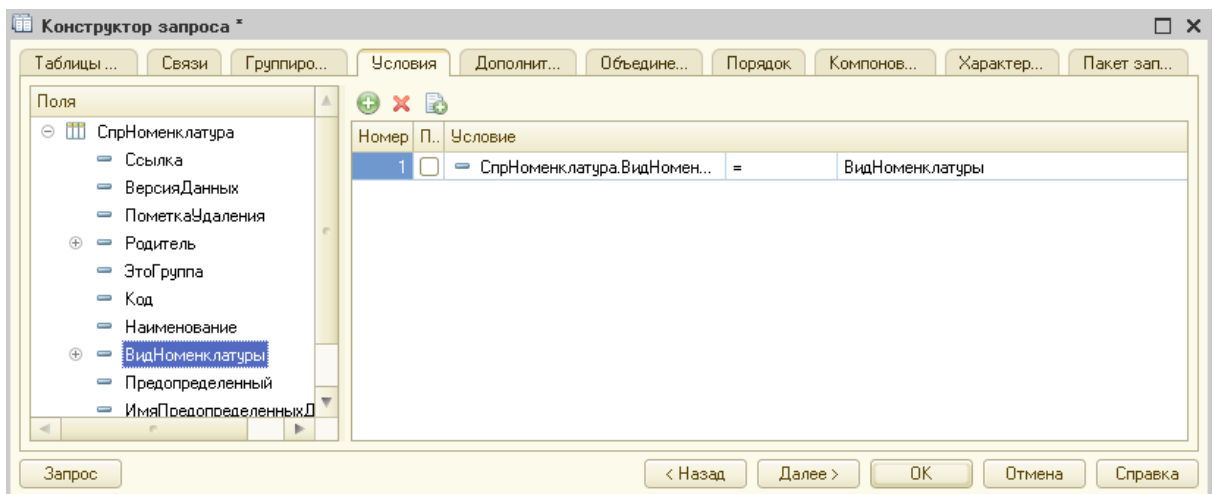

Рис. 58. Конструктор запроса
7. На закладке Условия добавить в правую часть окна поле Вид-Номенклатуры двойным щелчком (рис. 58).